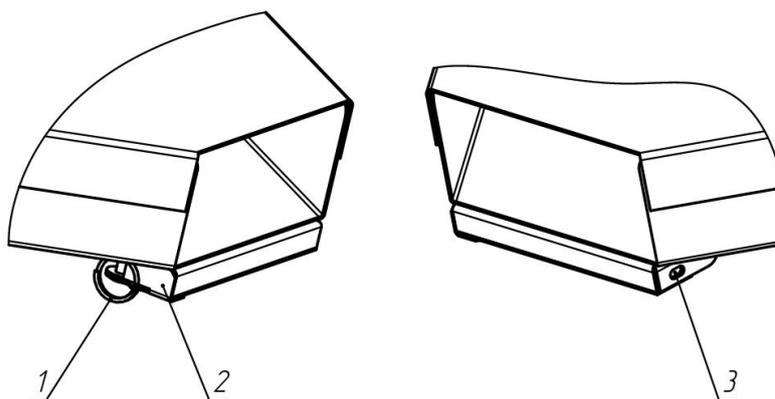

Рисунок 2.
5.4. Для выемки магнита из коробки сепаратора необходимо (рис.2) снять кольцевой шплинт (1), повернуть в сторону защелку (2), вставить отвертку в противоположное отверстие (3) и нажатием вынуть магнит.